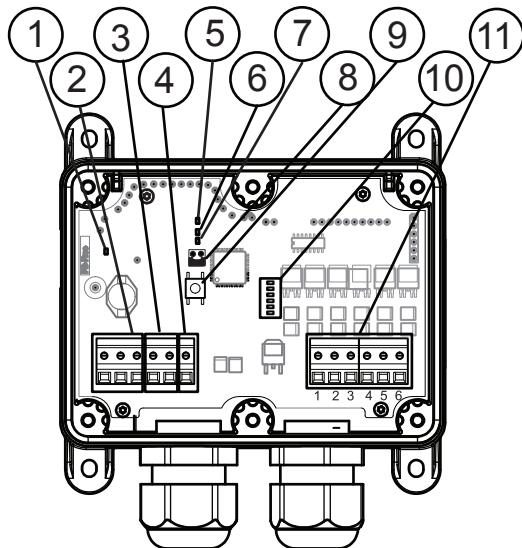
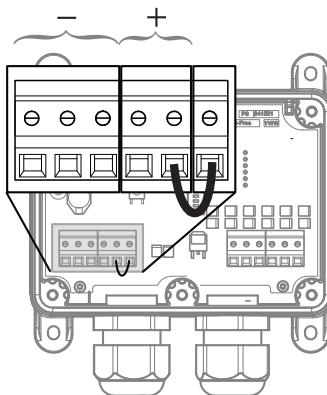

Figure 1. Indication, connexion et cavalier du Sesam 800 RXM modèle
Figure 3. Configuration de l'alimentation interne de la puissance de sortie
Le modèle Sesam 800 RX a des indicateurs LED qui affichent les informations du système (voir la Figure 1 pour les positions des LEDs).
Connecter 12-24 V DC (+) à la position 3 et la terre (-) jusqu'à la position 2 (voir ③ et ② à la Figure 1).
Brancher l'équipement à contrôler vers les bornes de sortie 1...6 (voir ⑪ Figure 1) et l'équipement au sol en position 2 (voir ② Figure 1). Si les sorties doivent être alimentées par la même alimentation 12-24 V DC que le récepteur, placez un cavalier entre l'entrée de puissance de sortie (SW) et positive (+) 12-24 V DC à l'aide d'un câble de 0,75 mm (voir Figure 3).
**Prudence.** Toutes les sorties doivent être désactivées avant la configuration en déconnectant la borne d'entrée de sortie (SW) (voir Figure 3).
2. Débranchez la borne d'entrée d'alimentation de sortie, voir Figure 3.